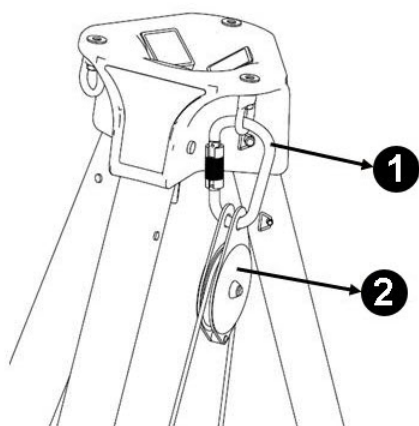

Figura 4
- Cuelgue el mosquetón y la polea en los anclajes de la cabeza del trípode en el lado. Véase la Figura 4. El gancho de seguridad del cabrestante debe quedar colgando hacia el interior del trípode.